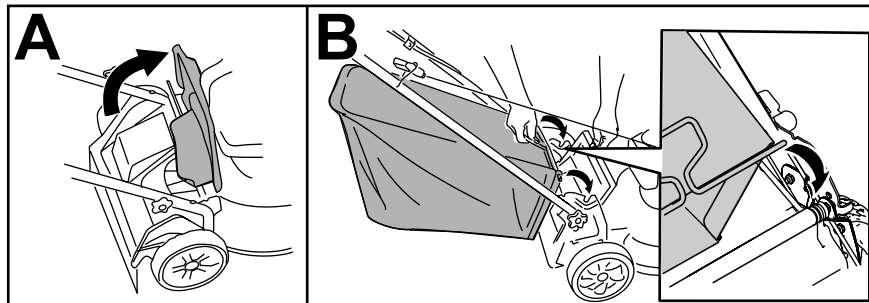

Bild 14
1. Heben Sie das hintere Ablenkblech an und halten Sie es hoch (A in Bild 14).
2. Setzen Sie den Grasfangkorb ein, stellen Sie sicher, dass die Stifte am Fangkorb in den Kerben am Holm sind (B in Bild 14).